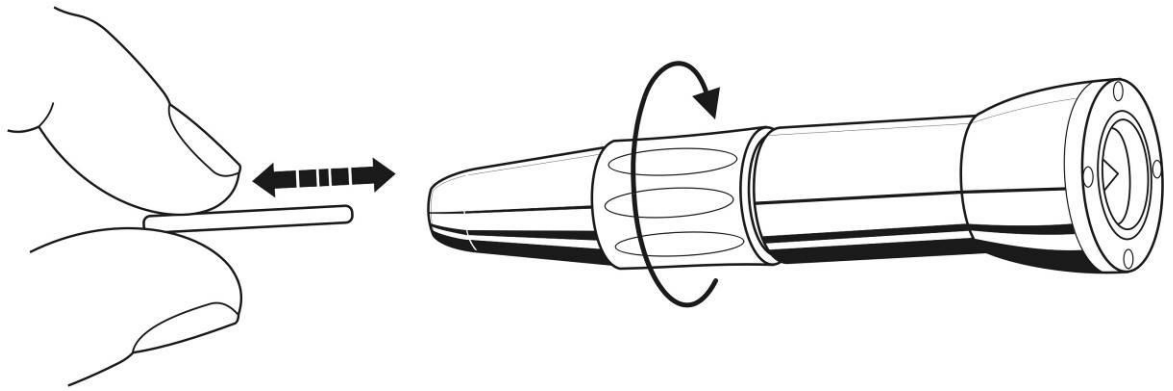

Abb. 5
4.3. Einsatz und Austausch des Bohrers am geraden Handstück 110D Abb. 5